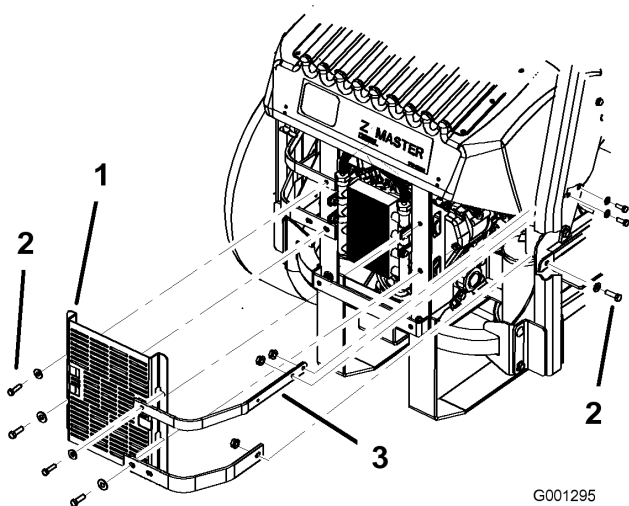

Bild 56
3. Entfernen Sie die vier Schrauben, mit denen die Ölkühlerabdeckung hinten am Rahmen befestigt ist (Bild 56).
4. Nehmen Sie die drei Schrauben ab, mit denen die Motorriemen seitlich an der Maschine befestigt sind (Bild 56).
- Montieren Sie die Ölkühlerabdeckung und die Motorriemen mit den vier vorher entfernten Schrauben am hinteren Rahmen (Bild 56).
- Montieren Sie die Motorriemen seitlich an der Maschine (Bild 56).